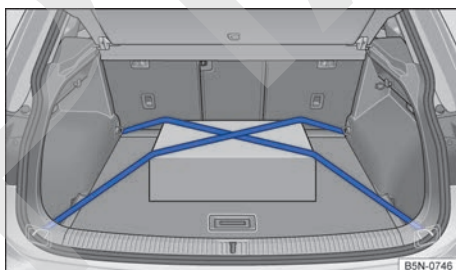

Fig. 210 En el maletero: fijar la carga correctamente.
- Adapte el piso variable del maletero a la altura de la carga. Asegúrese de que el borde superior de la carga quede por encima de las argollas de amarre → fig. 210 → ⚠. Dado el caso, coloque el piso del maletero o desmóntelo.